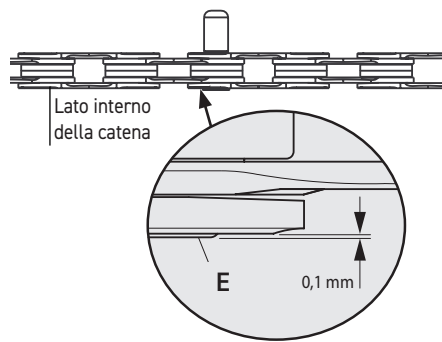

Fig.15
Onde evitare di rovinare irrimediabilmente la catena, **NON AVVITATE** l'utensile oltre la battuta. Lasciate che la bussola **ULTRA-LINK 5-CN-RE500 (11s) / 5-CN-SR600 (12s) (E)** sporga di 0,1 mm dal lato interno della catena (Fig. 15).